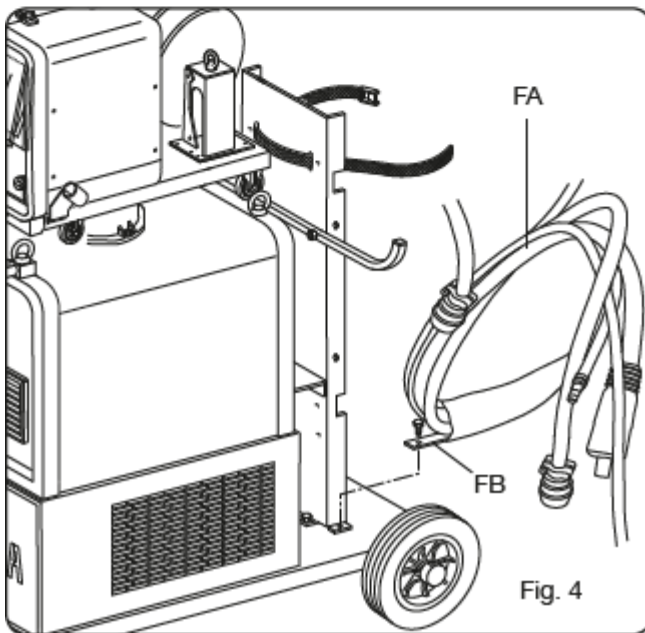

Fig. 4
- Заблокировать один конец вывода FA посредством фиксации вывода FB к основанию аппарата, как показано на рис. 4.